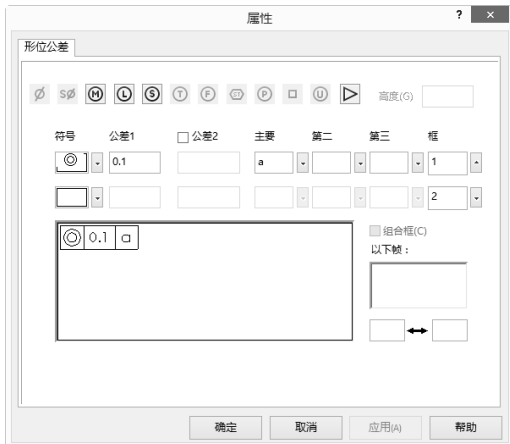

图 6-47 “形位公差”属性对话框
- 4) 设置好的形位公差会在“形位公差”属性对话框中显示，如图 6-47 所示。